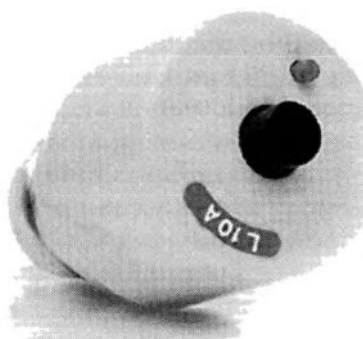

Рис. 2.49. Автоматический
**Автоматические предохранители.** Эти механизмы напоминают внешним видом обычную пробку (рис. 2.49). Отличие заклю-